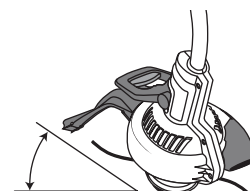

Fig. 10
4. Mientras sostiene el bastidor del eje superior con firmeza, tire del accesorio de corte o accesorio en línea recta fuera del acoplador (Fig. 10).
PRECAUCION : Trabe el botón de desconexión en el orificio primario (Fig. 9) y ajuste bien la perilla (Fig.10) antes de operar esta unidad.
El recorte decorativo se realiza eliminando toda la vegetación de alrededor de los árboles, postes, cercos, etc. Gire toda la unidad a modo de que el accesorio de corte se ubique a un ángulo de 30° con el suelo (Fig. 10).